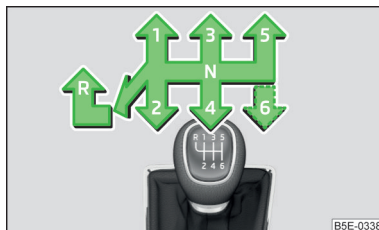

Fig. 234
En la palanca de cambios se presenta el esquema de cambio para cada posición de marcha » fig. 234.
- Presionar hacia abajo la palanca de cambio y colocarla completamente hacia la izquierda y luego hacia adelante en la posición **R** » fig. 234.